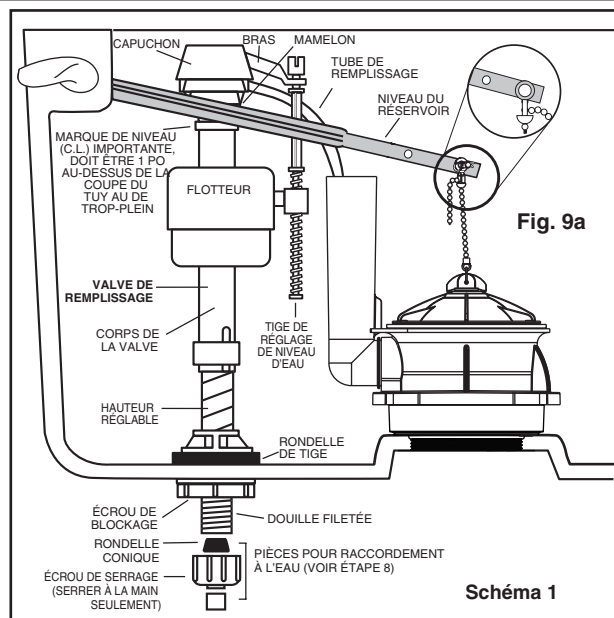

Fig. 9a
- Si la cuvette ne se vide pas, il sera peut-être nécessaire d'effectuer un ajustement de la chaîne de levage. Enlever tout simplement la chaîne de la pince de retenue (voir Fig. 9a), la remonter pour enlever du jeu et insérer à nouveau dans la tige de levage. S'assurer que la chaîne n'est pas trop tendue.